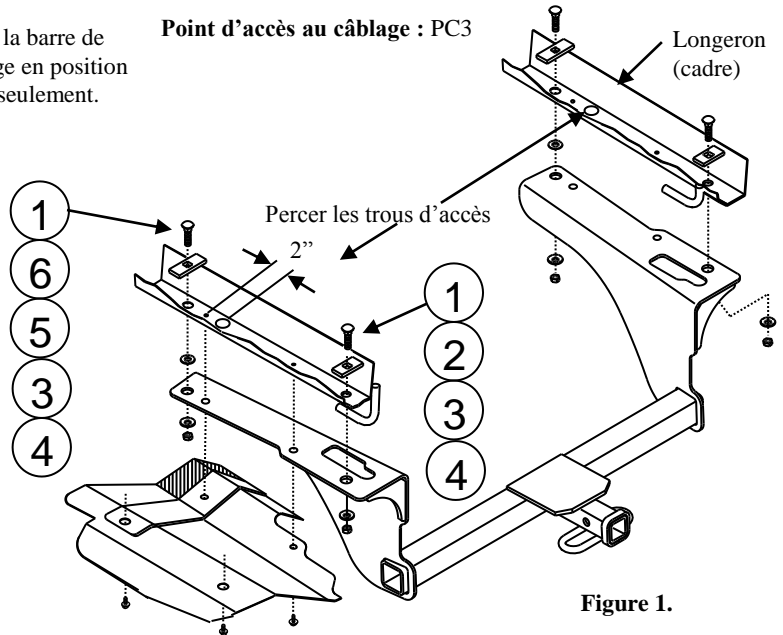

Figure 1.
2. Abaisser temporairement les écrans thermiques en ôtant quatre (4) boulons M6. Conserver les boulons en vue de la réinstallation des écrans thermiques.
4. Percer un trou d'accès de 1-1/8 po dans le bas du cadre, à environ 2 po du point de fixation avant de l'écran thermique (voir figure 1).